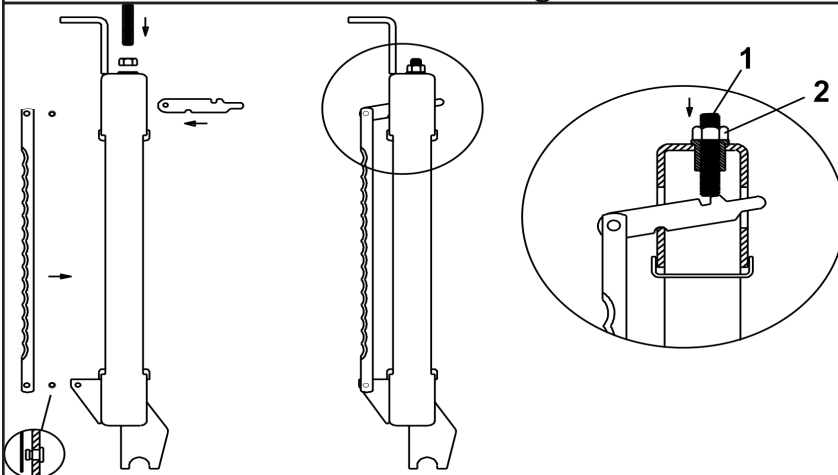

FIGURE 2
- Loosen the tension screw, loosening the tension on the blades. Then replace the old blades with new blades (see Fig.2 pg.11).
- Desserrer la vis de tension, en desserrant les tensions sur les lames. Puis remplacer les anciennes lames avec de nouvelles lames (voir Fig.2 pg.11).